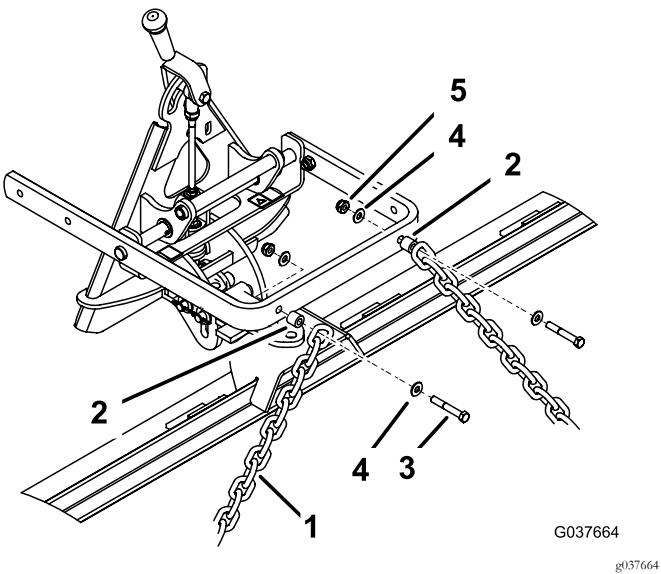

Bild 4
2. Befestigen Sie den Oberlenker jeder Kette mit einer Schraube (3/8" x 2 1/2"), zwei Scheiben (3/8" x 7/8"), einem Distanzstück und einer Sicherungsmutter (3/8") an der Rückseite des Hubarms, siehe Bild 4.